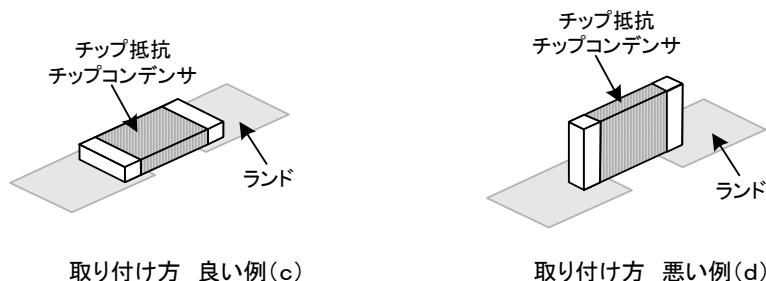

図4
- ⑥ 角型チップ抵抗器 (R14, R15)、積層セラミックチップコンデンサ (C11) は、ランドとの位置ずれが図4 (a) および (b) に示す範囲内となるよう取付ける。また、図4 (c) に示すように取付け、図4 (d) のように立てて取付けないこと。